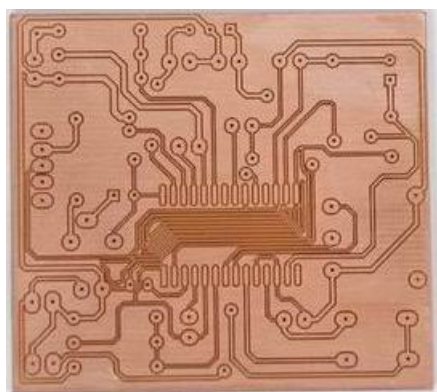

图 1（隔离）
- 独特的电路隔离功能，在导线与敷铜之间加工出绝缘沟槽，节省加工时间（图 1）。